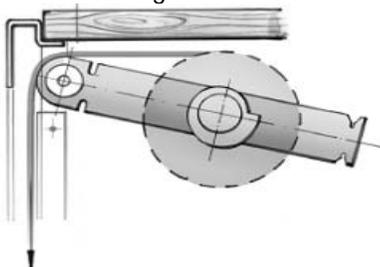

Fig 13
4. Pré tensionner le tambour des profiles enroulés. Ceci en tournant direction opposée des aiguilles de montre voir Fig. 13